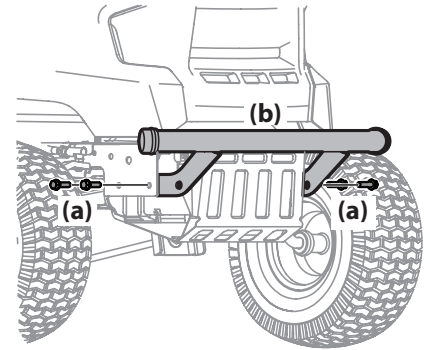

Figura 2-16
2. Coloque los soportes del paragolpes hacia el interior del bastidor del tractor y fíjelos en su lugar con los cuatro tornillos hexagonales con reborde (a). Vea la Figura 2-16.